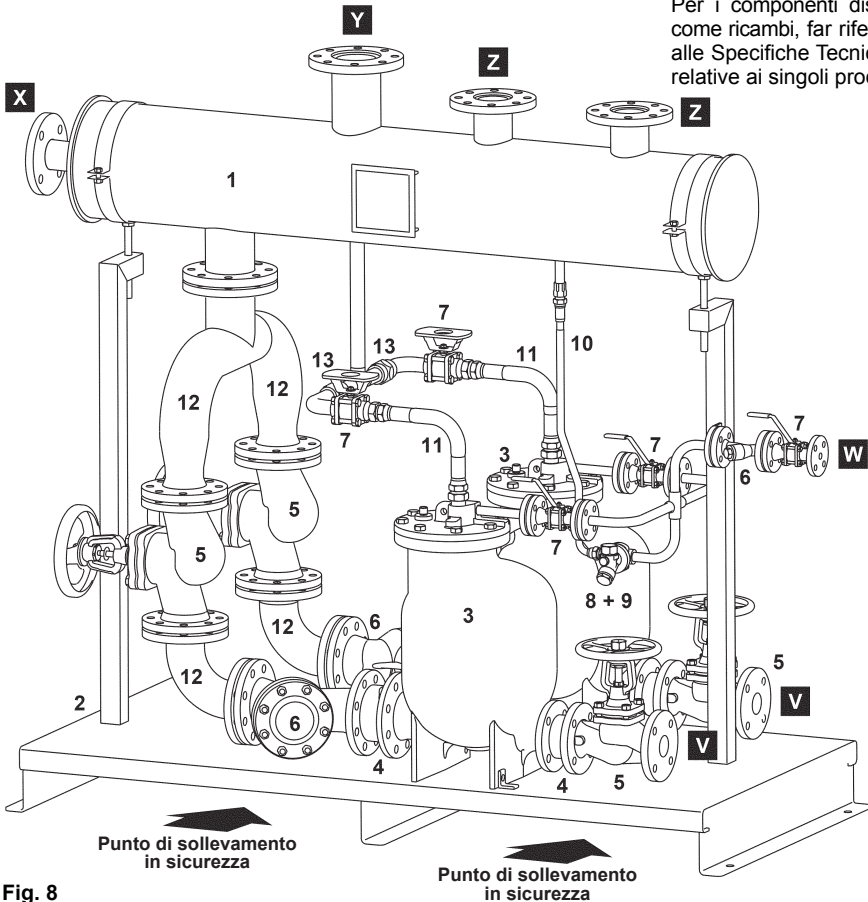

Fig. 8
Prima di eseguire qualsiasi intervento d'installazione considerare attentamente le "Informazioni generali per la sicurezza" al capitolo 1. Per muovere l'unità MFP 14-PPU si dovranno utilizzare esclusivamente i punti di sollevamento segnati sotto il pianale, vedere la Fig. 8.
2. Collegare l'uscita della condensa (V) dell'unità MFP14-PPU alla linea di ritorno della condensa come indicato in Fig. 8.
3. Collegare gli ingressi della linea della condensa (Z) al processo o all'impianto da drenare.
4. Collegare la tenuta idraulica con gomito ad "U" alla connessione di troppo pieno (X) e controllare che sia canalizzata ad un punto di scarico sicuro. Prima di mettere in servizio l'unità PPU, accertarsi che il sifone a "U" sia adeguatamente riempito con acqua. La tenuta idraulica con gomito ad "U", durante il funzionamento ordinario, è auto drenante e mantiene la guardia idraulica impedendo che venga scaricato il vapore di rievaporazione dal troppo pieno. Si consiglia di prevedere un sifone ad "U" che abbia un'altezza di almeno 305 mm.